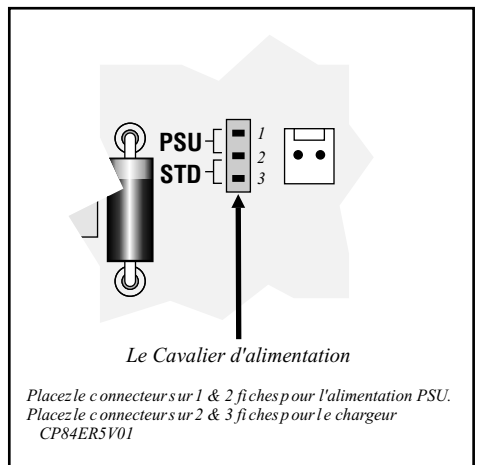

Figure 22 CP75 Le Cavalier d'alimentation
3. Vérifiez que le cavalier d'alimentation est sur la position STD si vous utilisez un chargeur standard CP84ER5V01, ou sur la position PSU pour les installations dont l'alimentation se fait par PSU (Unité d'alimentation). Voir Fig. 22